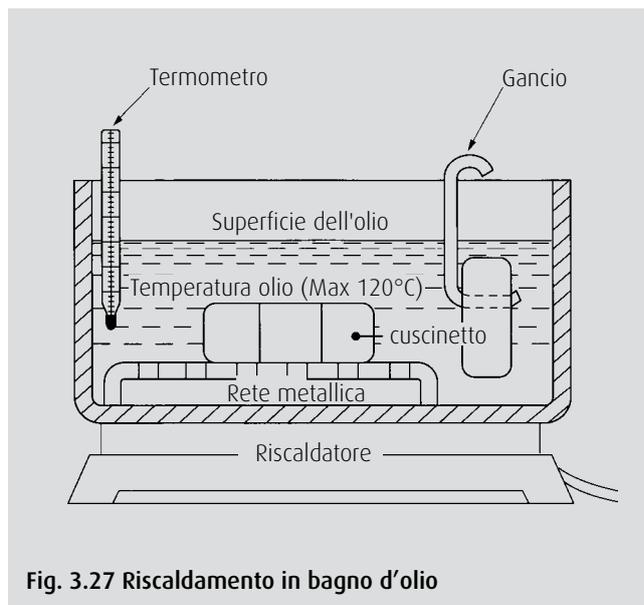

Fig. 3.27 Riscaldamento in bagno d'olio
c. La vasca per il bagno d'olio deve poter contenere da due a cinque cuscinetti e deve essere sufficientemente profonda da immergere i cuscinetti completamente. Inserire nella vasca una rete metallica o uno strumento simile come mostrato in Fig. 3.27 per evitare che il cuscinetto venga direttamente a contatto con il fondo. Per agevolare la movimentazione si può appoggiare una barra sulla parte superiore della vasca e appendere ad essa i cuscinetti con un gancio.